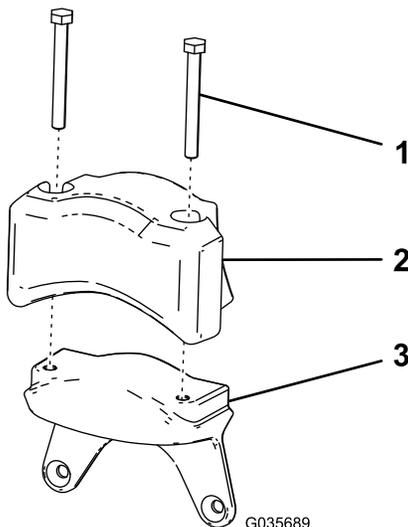

Figura 8
1. Montate il contrappeso elettrico e le 2 viti a testa cilindrica (5/16" x 2³/₄") che avevate rimosso nel passaggio Rimozione del contrappeso elettrico del motore \(pagina 4\) sulla nuova zavorra (Figura 8).